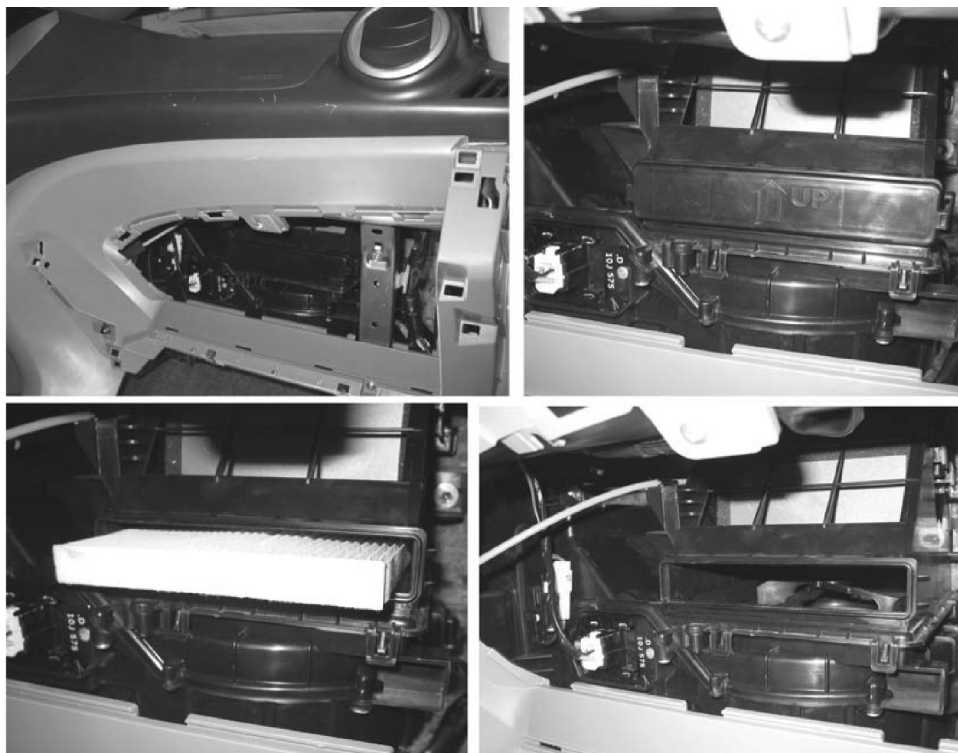

图 8-18 更换空调滤芯
3) 如图 8-18 所示，拆下空调滤清器盖，拉出空调滤芯，然后换上新的空调滤芯。